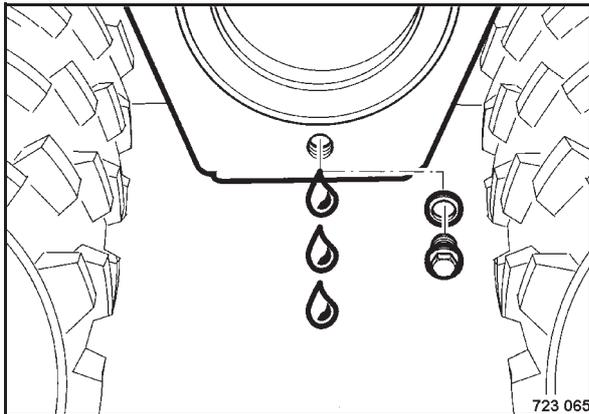

Bild 118
- Öleinfüll- und Kontrollstopfen (Bild 118) herausdrehen.